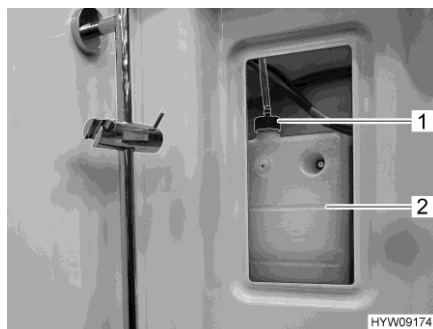
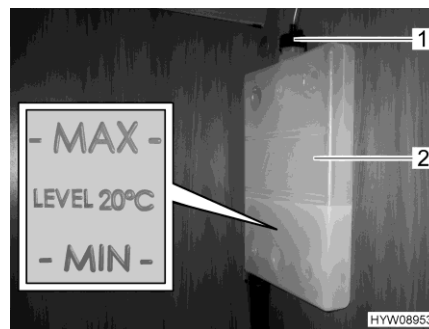

Fig. 220 Vase d'expansion (chauffage à eau chaude)
Fig. 221 Repère "MIN/MAX"
- Retirer le couvercle du vase d'expansion (Fig. 220,2), en haut à droite dans la douche.
- Contrôler si le liquide se trouve entre les marques "MIN" et "MAX" (Fig. 221) sur le vase d'expansion (Fig. 221,2).
- Ouvrir le bouchon du vase d'expansion (Fig. 220,1 ou Fig. 221,1).